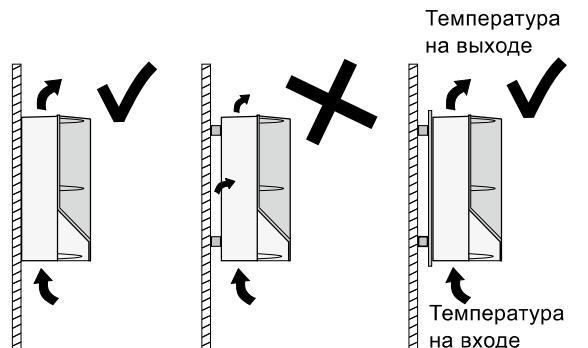

Рис. 85 Вешайте устройство CUE непосредственно на стену или устанавливайте на пластину
- Вешайте устройство CUE непосредственно на стену или устанавливайте на пластину (см. рис. 85).
ΔT - разность между максимальной температурой охлаждающего воздуха на выходе из CUE и температурой окружающей среды на входе (см. рис. 85).